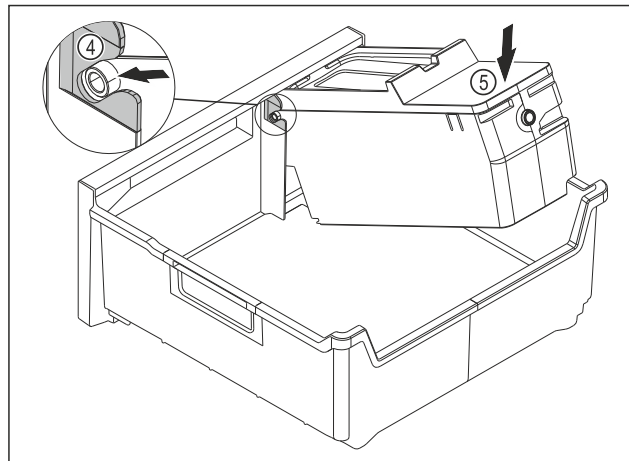

Fig. 108
- EasyTwist-Ice-corpus monteren: Assen van de EasyTwist-Ice-corpus in de geleidingen Fig. 108 (4) schuiven.
- EasyTwist-Ice-corpus Fig. 108 (5) achter omlaag drukken.